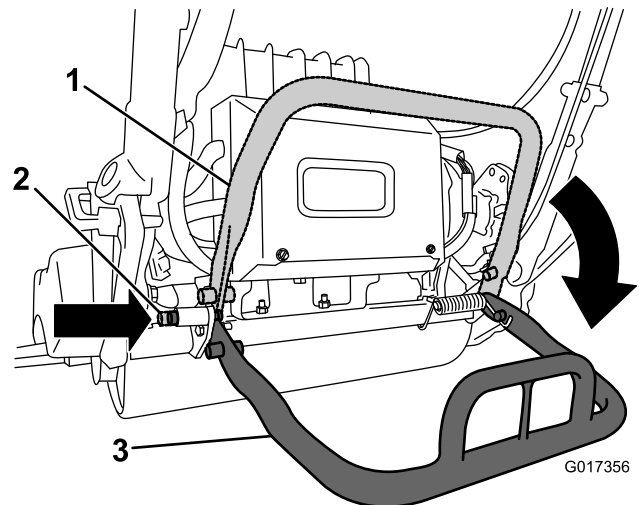

Figura 4
2. Baje el caballete e introduzca el pasador de bloqueo para bloquear el caballete en la posición de mantenimiento (Figura 4). Deje que la máquina se apoye sobre el caballete bloqueado.